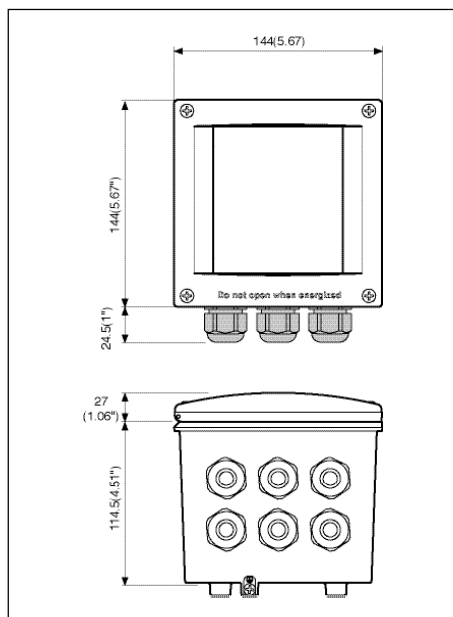

Figure 3-1. Dimensions de l'ensemble et emplacement des presse-étoupe
- l'accès aux presse-étoupe est facile (voir figure 3-1)